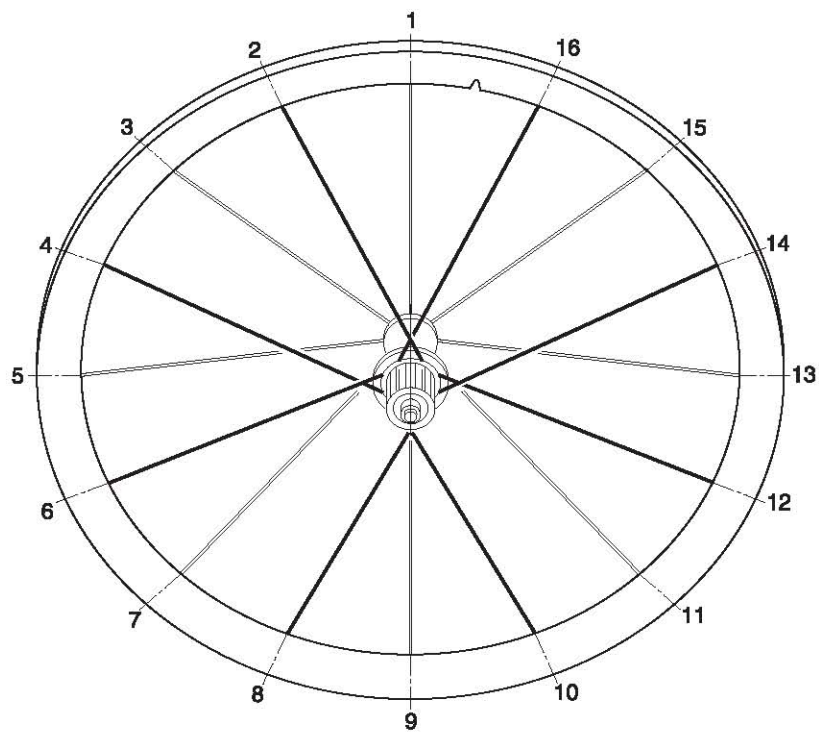

Fig. 50
- Procedete al montaggio dei raggi sul lato ruota libera iniziando con il primo raggio sul primo foro a destra del foro valvola del cerchio (Fig. 50) (tranne Electron e Proton).
- Then fit the spokes on the freewheel side, starting with the spoke in the first hole to the right of the valve hole in the rim (Fig. 50) (except for the Electron and Proton).
- Nun die Speichen auf der Seite des Freilaufkörpers montieren. Die erste Speiche in die erste Bohrung rechts von der Ventilbohrung der Felge einführen (Abb. 50) (außer bei Electron und Proton).
- Procédez au montage des rayons sur le côté roue libre en commençant par le premier rayon sur le premier trou à droite du trou de la valve de la jante (Fig. 50) (sauf pour Electron et pour Proton).
- Montar ahora los radios en el lado de la rueda libre, empezando con el primer radio en el primer agujero a la derecha del orificio de la válvula de la llanta (Fig. 50) (excepto que para Electron y Proton). (sigue...)
- Bevestig vervolgens de spaken aan de zijde van de cassettebody, beginnend met de eerste spaak in het eerste gat rechts naast het ventielgat van de velg (Fig. 50) (geldt niet voor Electron en Proton).